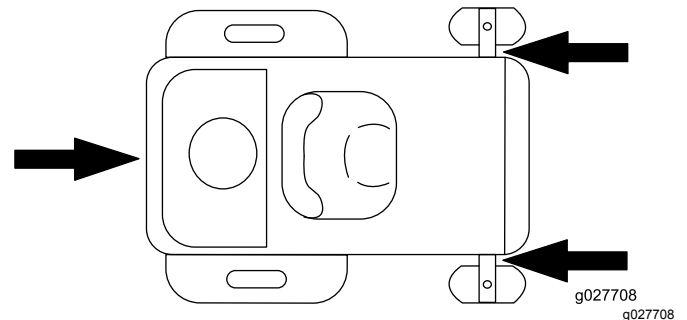

Figura 33
6. Amarre la máquina junto a las ruedas giratorias delanteras y el guardabarros trasero con correas, cadenas, cables o cuerdas (Figura 33). Consulte la normativa local respecto a los requisitos de amarre.